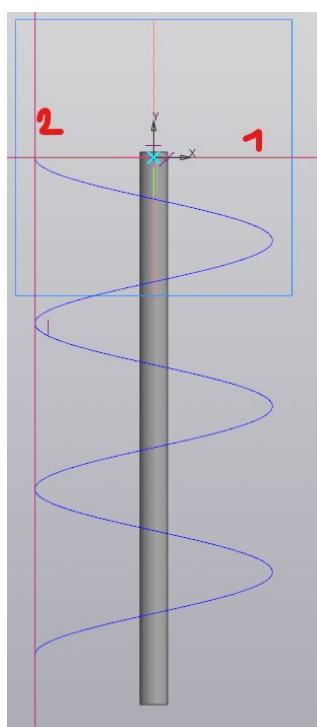

Рисунок 43 – Построение трех вспомогательных линий
8.5 На плоскости XY (перпендикулярная плоскости ZX) создайте эскиз. Используя команды «Вертикальная прямая» и «Горизонтальная прямая» постройте первую горизонтальную линию, проходящую через точку начала координат и вторую вертикальную линию вдоль левой границы спирали (рис. 43).